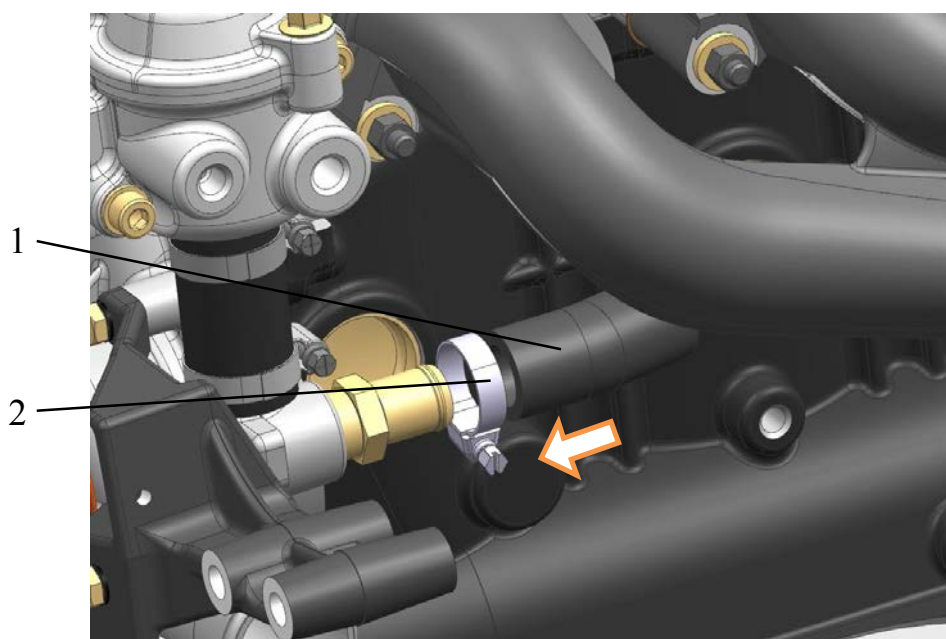

Рис.175. Установка шланга трубки забора охлаждающей жидкости:
**22.** Установить на штуцер водяного насоса шланг 1 (рис.175), соединяющий насос с трубкой забора охлаждающей жидкости, и закрепить хомутом 2, завернув его винт моментом 4...6 Н·м (0,4...0,6 кгс·м).